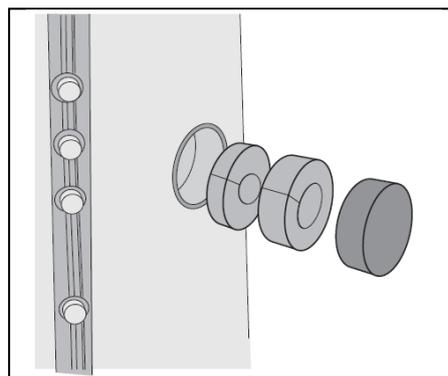

Рис. 14 Мелкие детали теплоизоляции в месте подключения электрического нагрева
- На присоединительный штуцер EH (Рис. 14) в теплоизоляционном мате закройте теплоизоляционными вкладышами и пробками.
Если Вы устанавливаете электротермонагревательный патрон, то действует тот же порядок монтажа частей теплоизоляции, как представлено на Рис. 14.